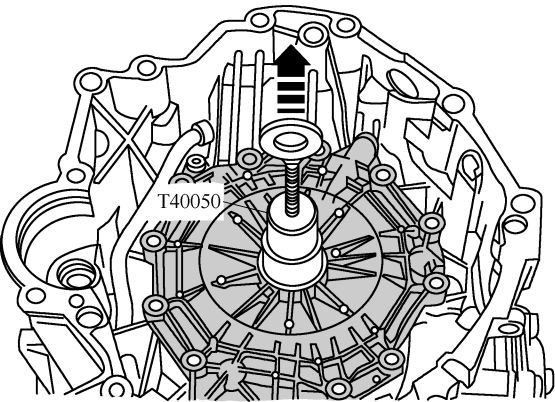

图 2-2-18 将拉拔工具 T40050 安装在自动变速器输入轴上
(2) 如图 2-2-18 所示，将拉拔工具 T40050 安装在自动变速器输入轴上，并保证其安装牢固。